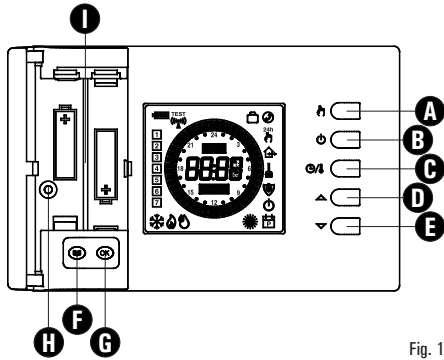

Fig. 1
1. Aprire lo sportellino che dà accesso al vano pile (Fig. 1).
- 6 Inserire le batterie nel vano batterie (I di Fig. 1); vedi paragrafo 'INSERIMENTO/SOSTITUZIONE BATTERIE'.